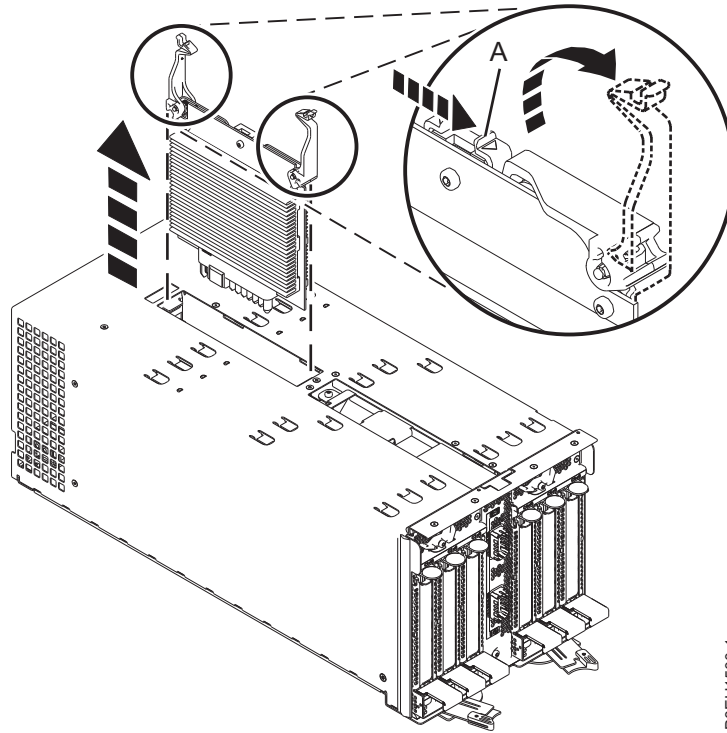

Figura 4. Extracción del módulo regulador del voltaje
6. Extraiga el módulo regulador del voltaje. Consulte Figura 4 en la página 5.
- a. Presione el pestillo de liberación (A) y levántelo hasta que quede abierto.